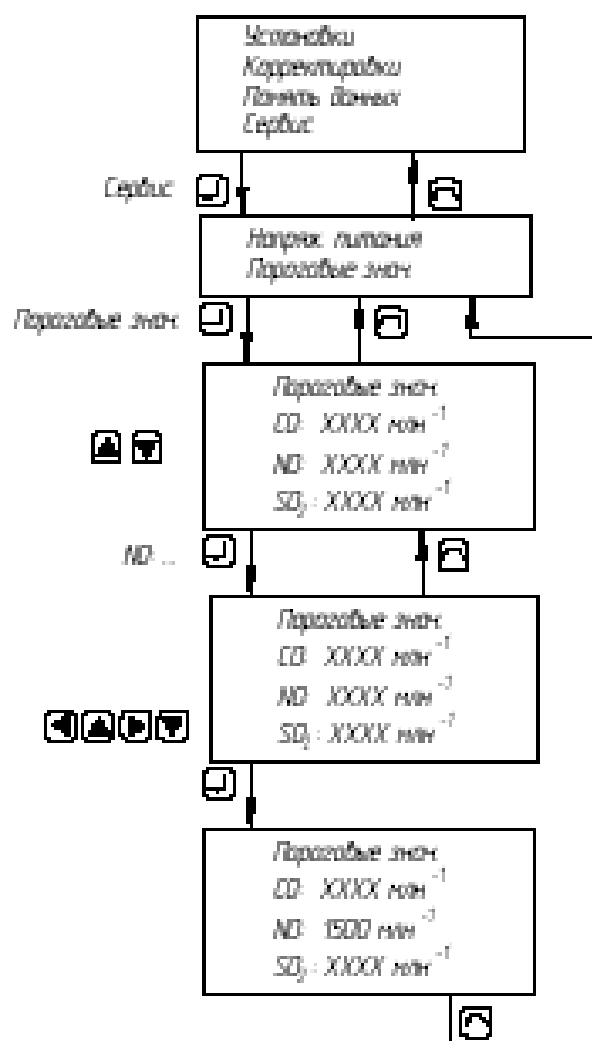

Рисунок 2.13 – Установка и редактирование пороговых значений.
2.4.7.1 Для установки и редактирования пороговых значений выбрать пункт меню «СЕРВИС→Пороговые знач.» (рисунок 2.13). С помощью кнопок «», «» выбрать требуемый компонент (строка мерцает), нажать кнопку «» и с помощью кнопок «», «», «», «» установить числовое значение порога. Для запоминания нажать кнопку «».